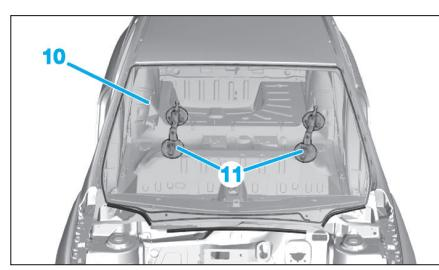

Fig. 8
- Déposer le pare-brise (10) à l'aide des doubles ventouses articulées (11) (Fig.8).